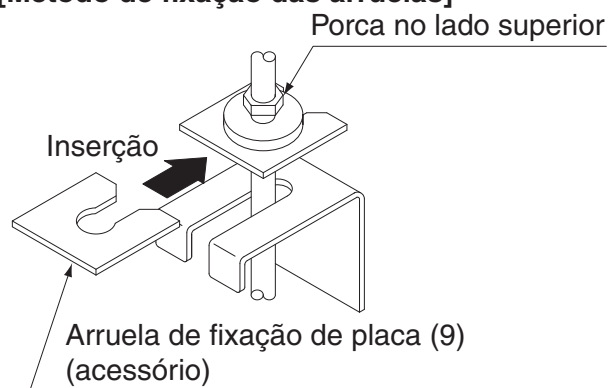

Fig. 5
(1) Instale temporariamente a unidade interna.
- Ajuste o suporte nos parafusos de suspensão. Certifique-se de usar e apertar a porca e arruela (11) para cada suporte de tanto o lado superior como inferior do suporte. **(Consulte a Fig. 5)** Neste momento, a queda da arruela (11) para o suporte pode ser evitada se a arruela de fixação de placa (9) for usada.